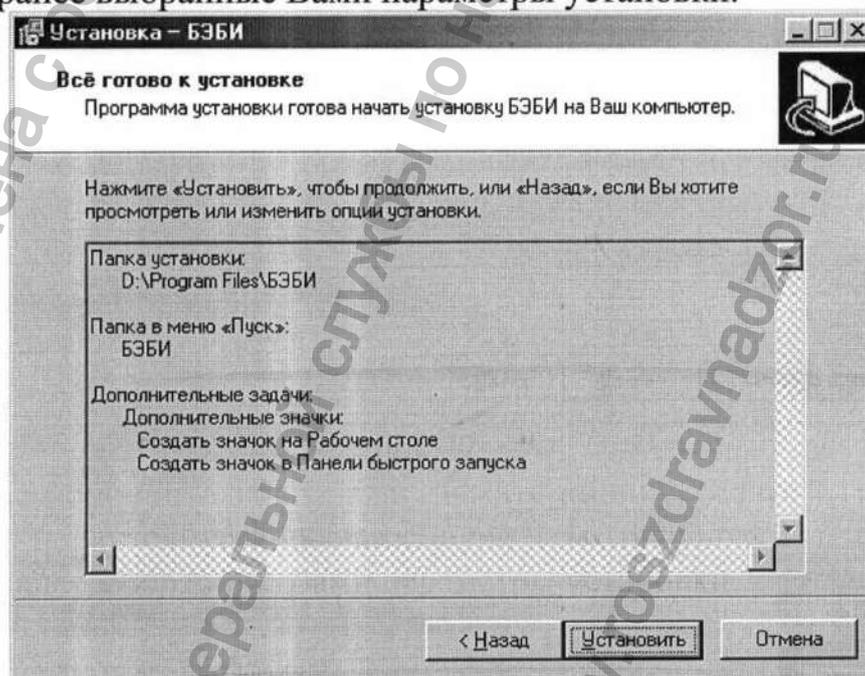

Рисунок 23
13) После выбора дополнительных задач нажать кнопку "Далее". При этом на экране монитора появится установочное окно (см. рисунок 23), на котором отображены все ранее выбранные Вами параметры установки.